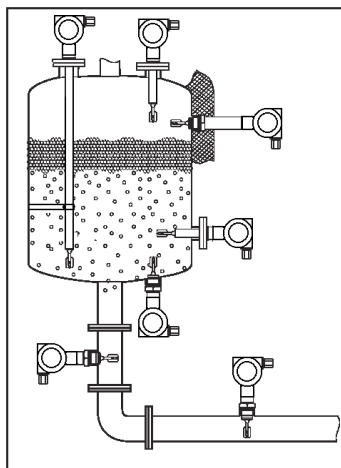

Рисунок 6
2.4.2 Внимание: при установке СУ с погружной частью “L” более 0,6м необходимо дополнительно устанавливать кронштейн или защитную трубу для предотвращения перелома от колебаний при боковых нагрузках (см. рис. 6 и 7).